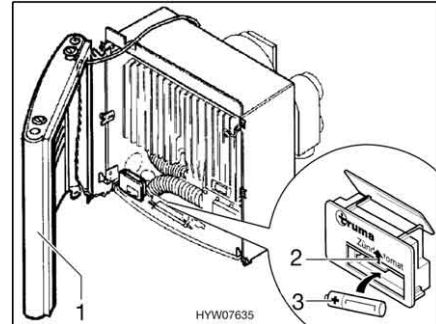

Fig. 110 Chauffage ouvert
- Placer l'habillage sur le côté (Fig. 110,1) pour que les câbles de raccordement pour le ventilateur d'air chaud et pour la lampe témoin de l'allumage n'aient pas à être débranchés.
- Pousser le couvercle du compartiment à piles de l'allumage automatique (Fig. 110,2) vers le haut.
- Placer une nouvelle batterie (Fig. 110,3) de même type, en plaçant correctement les pôles (+/-), dans le compartiment à piles de l'allumage automatique. N'utiliser que des piles AAA résistantes à la chaleur (+70 °C) et étanches.